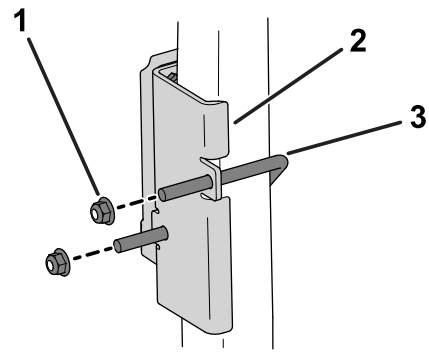

Figure 6
2. Avec un étrier fileté et 2 écrous à embase (3/8 po), fixez le support du dispositif sur la surface au-dessus du tube de rangement du manuel sur l'arceau de sécurité (Figure 6).